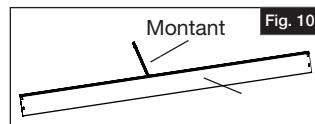

Fig. 10
- En utilisant l'extrémité biseautée du montant, faire glisser le montant dans la fente de la traverse médiane en formant un angle (Fig. 10).